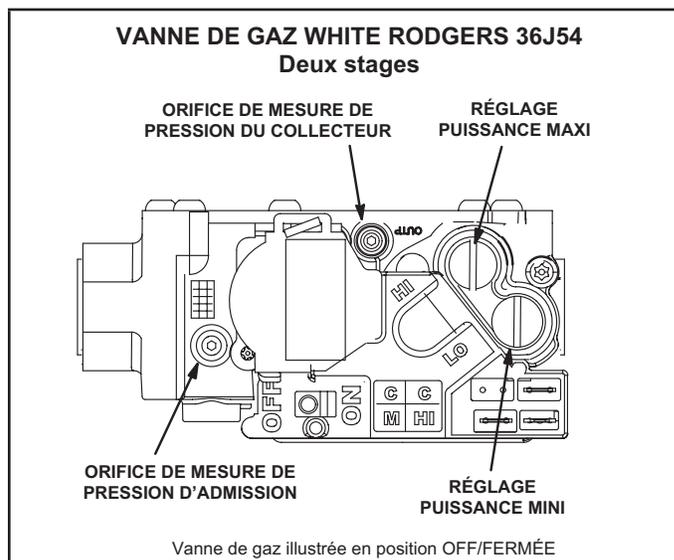

FIGURE 29
Fonctionnement de la vanne de gaz (FIGURE 29)
- 5 - Mettre l'interrupteur de la vanne de gaz sur **OFF**. Voir FIGURE 29.
- 6 - Attendre cinq (5) minutes pour s'assurer que tout le gaz a eu le temps de se dissiper. En cas d'odeur de gaz, **ARRÊTER!** Appeler immédiatement le fournisseur de gaz depuis un voisin et se conformer à ses instructions. S'il n'y a pas d'odeur de gaz, passer au point suivant.
- 7 - Mettre l'interrupteur de la vanne de gaz sur **ON**. Voir FIGURE 29.